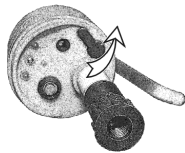
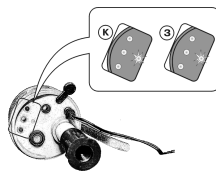

Рис. 7 Подготовка указателя напряжения к зарядке встроенного источника электропитания
Рис. 8 Световая сигнализация режима зарядки встроенного источника электропитания
3.7.8. Режим зарядки напряжения (см. рис. 7) производится от внешнего сетевого зарядного устройства. Индикация процесса зарядки (рис.8) осуществляется непрерывным красным свечением двухцветного светодиода расположенного непосредственно рядом с зарядным гнездом на торце электронного блока рабочей части указателя. Полная зарядка встроенного аккумуляторного источника электропитания указателя характеризуется зеленым свечением двухцветного светодиода, что свидетельствует о готовности указателя к эксплуатации.